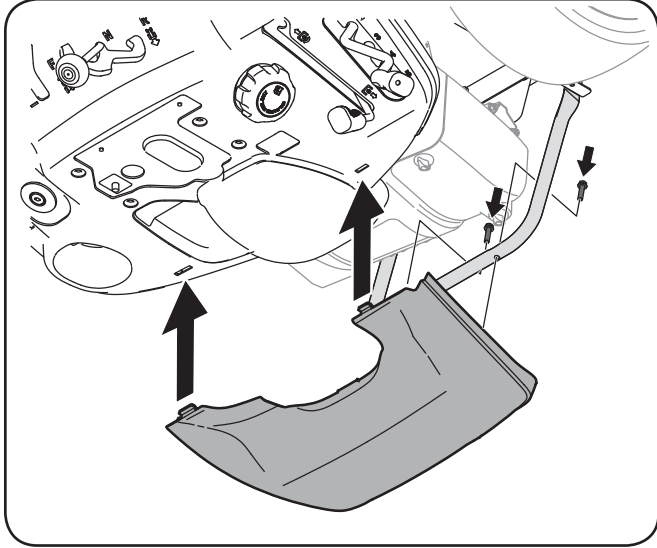

Figure 3-10
1. Retirez les deux vis hexagonales installées en usine situées sur le capot moteur. Conservez les vis pour des instructions plus tard. Voir Figures 3-10.
2. Installez le capot de moteur arrière en le plaçant comme à la Figure 3-10. Faites-le basculer vers l'avant pour l'ajuster dans les fentes aménagées, puis inclinez-le vers l'arrière pour aligner les trous de montage.